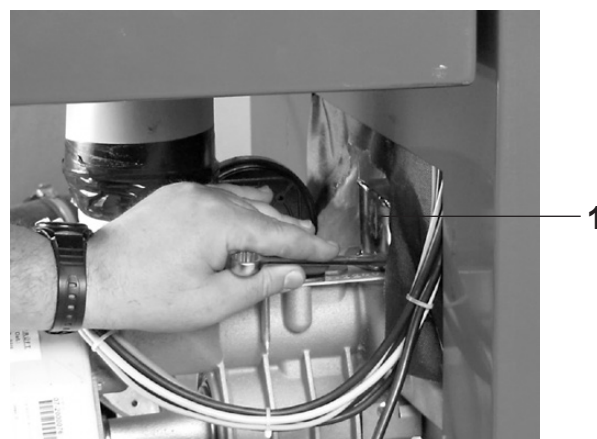

Fig. 11
2. Démontez les appuis secondaires (1, Fig. 11) (désserrez puis retirez les vis).